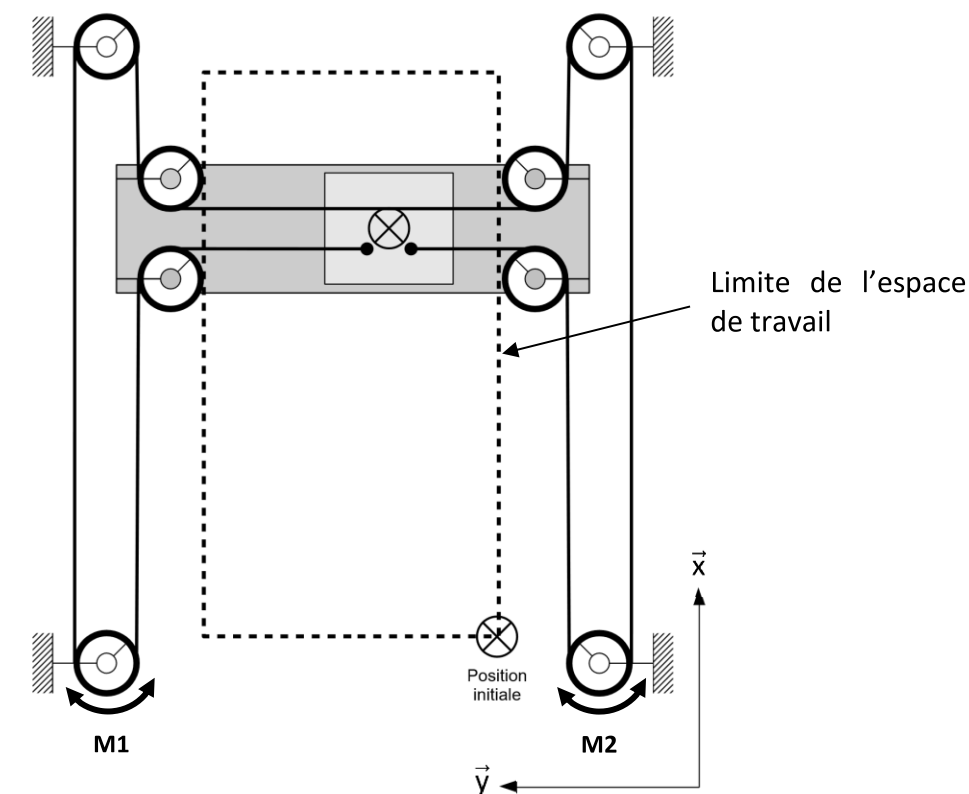

Figure R2 : trajectoires de retour en position initiale
**Question 7** À partir de la position du chariot, représenter à l'aide de flèches sur la figure R2 la trajectoire que doit prendre le chariot pour rejoindre la position initiale.
**Question 8** En analysant le processus décrit figure 6, ajouter sur la figure R2 du document-réponses les autres trajectoires possibles de retour en position initiale.